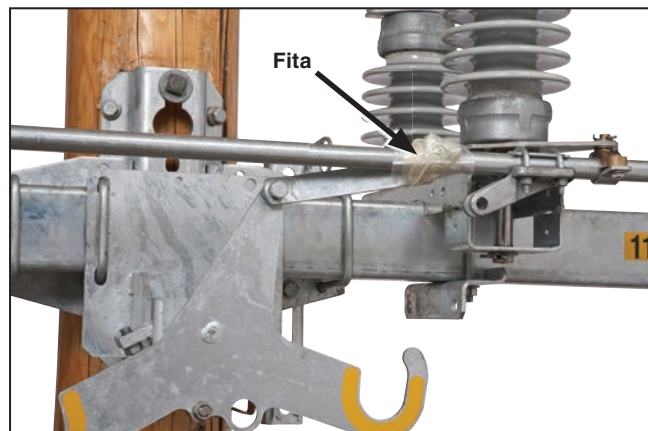

Figura 2. Remoção da fita de fixação do conjunto de acoplamento.
PASSO 1. Remova a fita que prende o conjunto de acoplamento da alavanca de operação, como mostrado na Figura 2.